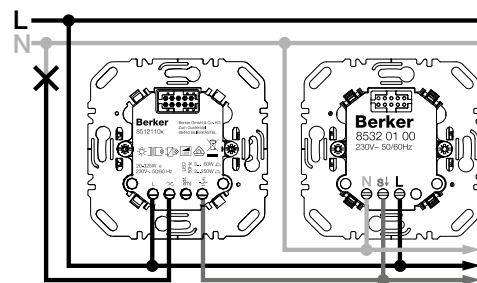

Bild 2: Universal Schalt- oder Dimmeinsatz mit Bewegungsmelder Nebenstelle
- Bewegungsmelder Nebenstelle gemäß Anschlussplan (Bild 2 oder 3) anschließen.